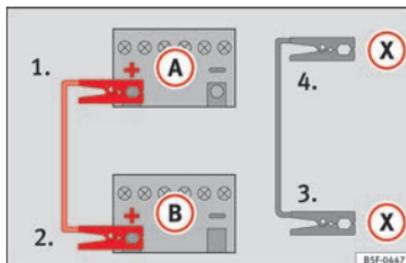

Fig. 190 Schema elettrico per i veicoli dotati di sistema Start&Stop.
- **Nei veicoli con sistema Start-Stop:** collegare un'estremità del cavo *nero* di emergenza **X** a un terminale di massa idoneo, a un elemento metallico massiccio avvitato al monoblocco del motore o al monoblocco stesso » **fig. 190**.